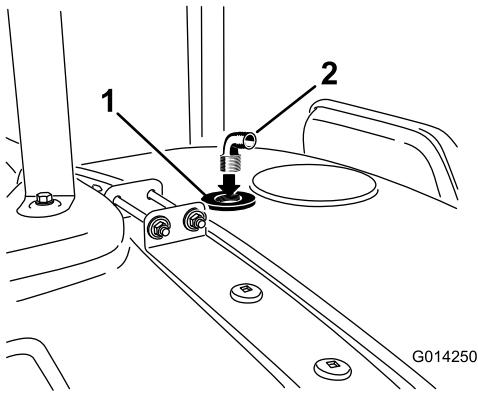

Figura 18
8. Instale a união a 90° na abertura rosada do anteparo do bico de lavagem (Figura 18).